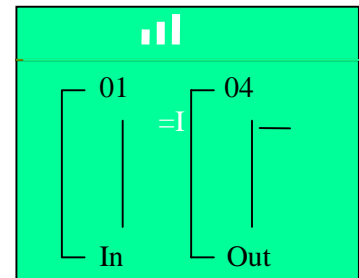

Abb. 2.11
- Option **Monitor** auswählen und **OK** drücken. Es erscheint ein Teil des Schaltschemas (Abb. 2.11). Mit den Tasten 5 (▲), 6 (▼), 7 (▶) und 8 (◀) kann das weitere Programm betrachtet werden.